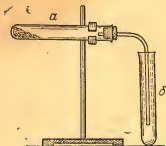

Рис. 2
Собрать прибор, как показано на рис. 2. Приготовить смесь, состоящую из оксида меди (в виде кусочков) и угольного порошка в соотношении 4:1. Небольшое количество смеси (~0,5 г) поместить в пробирку а, снаб-
3. Собрать прибор, как показано на рис. 2. Поместить в пробирку *a* 0,5 г гидрокарбоната натрия, закрыть пробкой с газоотводной трубкой и укрепить пробирку в зажиме штатива. Конец газоотводной трубки опустить в пробирку *b* с известковой водой. Сильно нагреть пробирку *a* с гидрокарбонатом натрия. Выделяются пузырьки газа и известковая вода мутнеет. Вынуть газоотводную трубку из пробирки и прекратить нагревание. После охлаждения прилить в нее несколько капель раствора HCl , а выделяющийся газ испытать тлеющей лучинкой. Записать наблюдения.